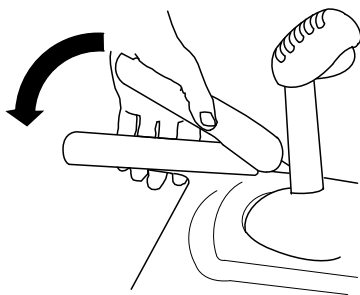

Figura 13
3. Premete la leva sinistra (della trazione) contro l'impugnatura (Figura 13).
6. Premete la leva sinistra (della trazione) contro l'impugnatura (Figura 13).